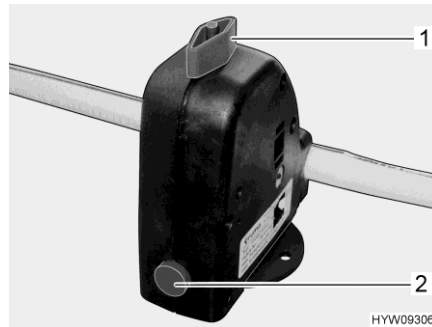

Fig. 208 Valve de sécurité et de vidange (chauffe-eau)
Le chauffe-eau est équipé d'une valve de sécurité et de vidange (Fig. 208). La valve de sécurité et de vidange empêche que l'eau ne gèle dans le chauffe-eau lorsque le chauffage n'est pas allumé en cas de gel.
- Fermer la valve de sécurité et de vidange. Tourner pour cela le bouton rotatif (Fig. 208,1) dans le sens transversal par rapport à la valve de sécurité et de vidange et enfoncer le bouton-poussoir (Fig. 208,2).
- Ouvrir la valve de sécurité et de vidange. Tourner le bouton rotatif (Fig. 208,1) dans le sens longitudinal par rapport à la valve de sécurité et de vidange. Le bouton-poussoir (Fig. 208,2) ressort. Le chauffe-eau est vidé à l'extérieur par le biais de la valve de sécurité et de vidange.